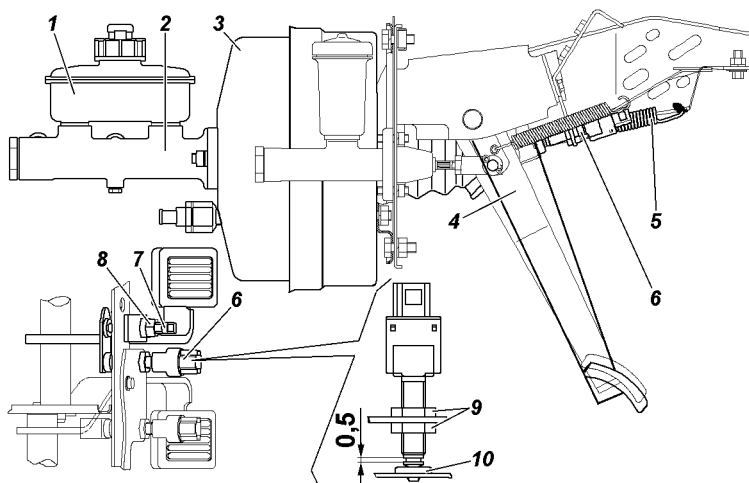

Рис. 9.42. Привод главного цилиндра:
**Свободный ход педали тормоза.** При необходимости вращением регулировочного винта 7 (рис. 9.42) выберите зазор в соединении: вилка толкателя вакуумного усилителя-палец-рычаг привода тормоза. Свободный ход педали должен быть 5-8 мм. После регулировки затяните гайку 8 винта с моментом 14 - 18 Н · м (1,4 - 1,8 кгс · м).